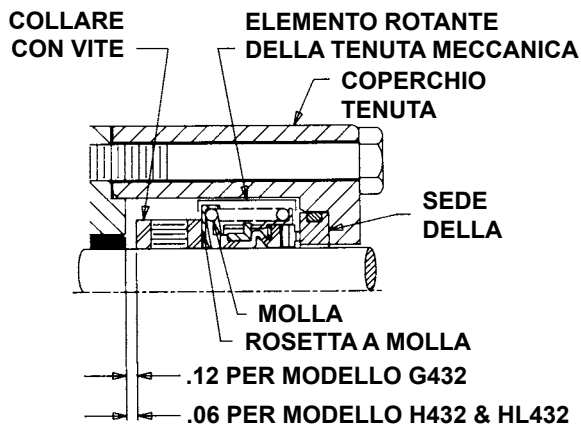

FIGURA 15 - VISTA IN SEZIONE, ZONA TENUTA
Installare la tenuta meccanica posizionare il collare sull'albero e serrare le viti. Vedi Figura 15 per il posizionamento del collare.
- La rondella e la molla vanno calzate sull'albero in quest'ordine. Vedi Figura 15.